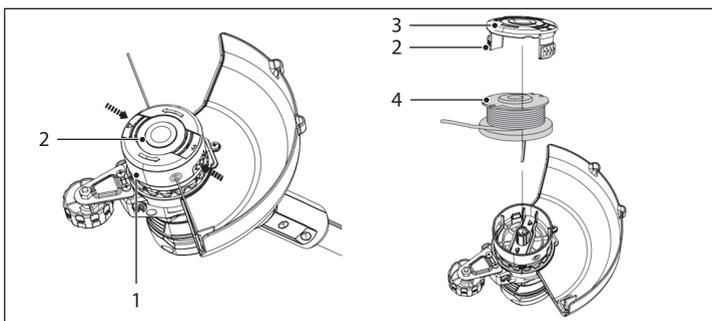

Рис. 2
2. Удерживайте катушку (1) одной рукой. Нажмите на защелки (2) с обеих сторон, затем поднимите крышку (3) и снимите ее (рис. 2).
3. Снимите триммерную катушку (4) с корпуса.